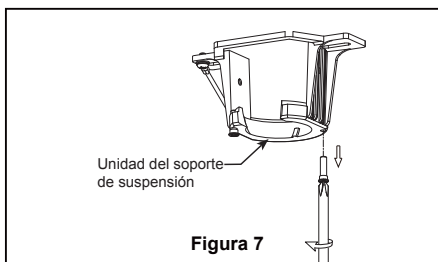

Figura 7
- ☐ 7. Extraiga una de los tornillos de hombro en el soporte del gancho y guarde los tornillos para pasos posteriores. Afloje el segundo tornillo de hombro sin extraiga completamente. (Figura 7)